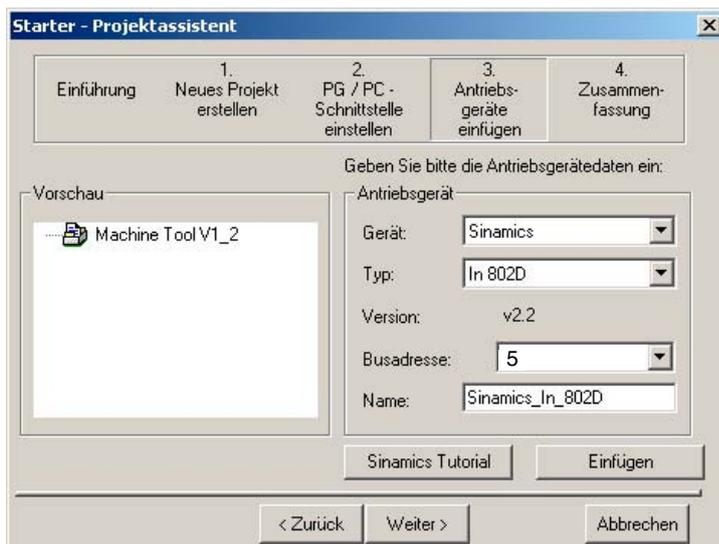

Fig. 10-9 Inserimento di una apparecchiatura di azionamento
8. Inserire quanto segue (vedere la fig. 10-9):